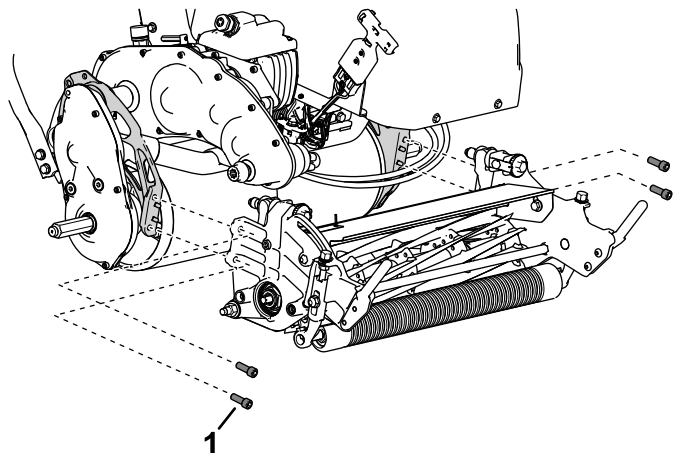

Figure 32
5. Fixez l'unité de coupe au cadre à l'aide de 4 vis à tête creuse (**Figure 32**).